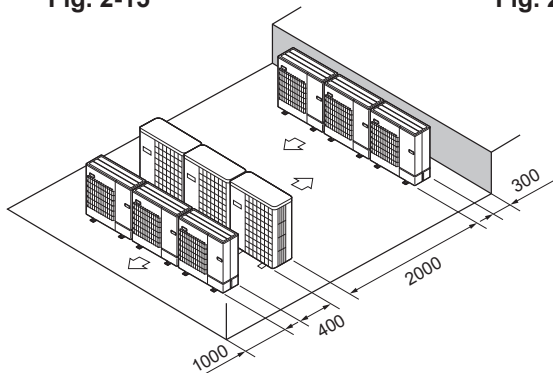

Fig. 2-18
- ⑥ Mehrfachanlagen in paralleler Anordnung (Fig. 2-18)